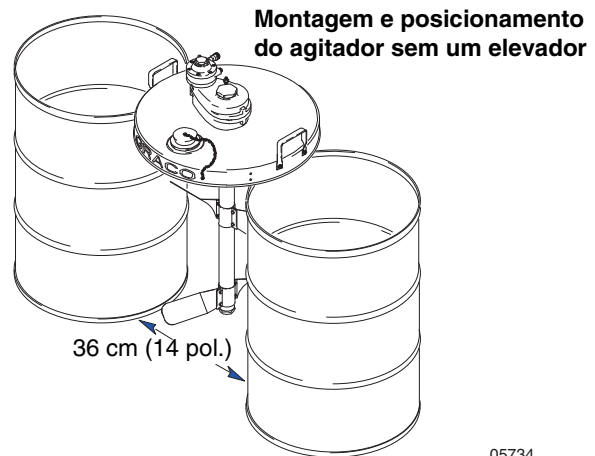

Fig. 2
Coloque dois barris de 55 galões US (45 galões imperiais) a uma distância de 36 cm (aproximadamente 14 pol.) um do outro e centre a tampa do tambor nos barris com o logótipo Graco centrado e virado para si, tal como ilustrado na Fig. 2. Avance para o passo 1 de **Com ou sem um elevador**.
1. Faça deslizar o veio do agitador através de um grande orifício no centro da tampa do tambor (29).
2. Rode o agitador de maneira a que o motor pneumático esteja à esquerda do veio, tal como ilustrado na Fig. 2, que irá alinhar os três orifícios tamponados no fundo do agitador com os três através dos orifícios na tampa do tambor.
3. Enrosque os seis parafusos de cabeça sextavada (25) pela tampa do tambor ao agitador, e aperte-os até 8,4 N•m (75 pol-lb.).
4. Monte um par de lâminas do agitador (28) de forma a que os quatro orifícios nas metades das lâminas fiquem alinhados (veja os **diagramas de peças** para a orientação das lâminas).
5. Coloque quatro parafusos (31) nos quatro orifícios das lâminas e coloque as contraporcas (32) nos parafusos.
7. Aperte as quatro contraporcas (32) igualmente para aproximar as lâminas até que estejam apertadas no veio. Aperte os parafusos entre 5,6 a 6,2 N•m (50 a 55 pol-lb). Ficarà um intervalo entre as metades da lâmina.
9. Posicione o segundo conjunto de lâminas junto ao fundo do veio, mas não no bujão inferior (20).
10. Rode o conjunto inferior de lâminas para que fique orientado a 90° relativamente ao conjunto superior e aperte os parafusos (32) entre 5,6 a 6,2 N•m (50 a 55 pol-lb). Ficarà um intervalo entre as metades das lâminas.